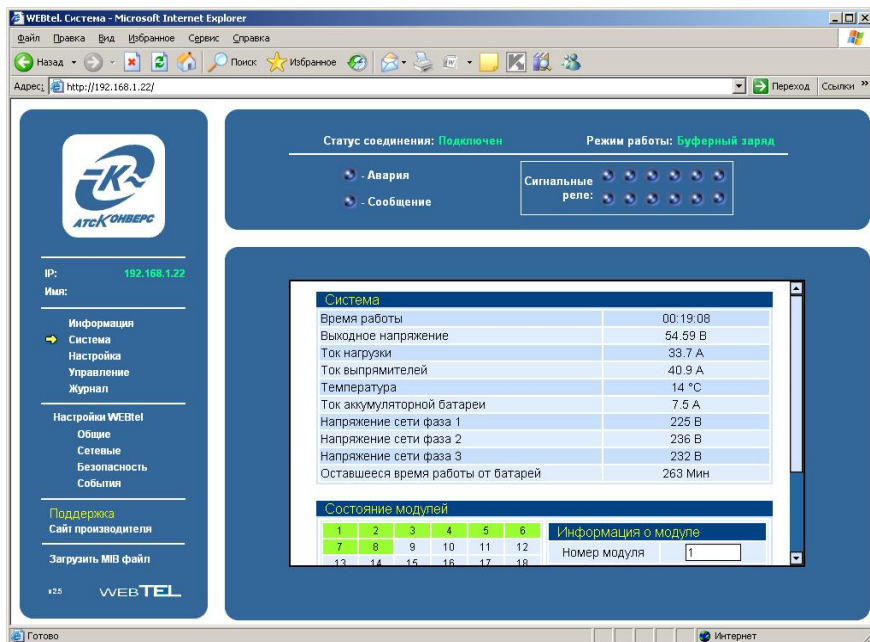

Рисунок 9 – Страница состояния контролируемого объекта
Для просмотра web-страниц адаптера необходимо запустить web-браузер (рекомендуется использовать Microsoft Internet Explorer 5.x и выше, поддержка Java-скриптов должна быть включена), и в строке для ввода адреса ввести IP-адрес адаптера, например «*http://192.168.1.211*». После ввода адреса адаптера автоматически отображается страница состояния контролируемой СБЭП (рисунок 9).
7.1.1 Располагается в левой части окна web-браузера (рисунок 9) и служит для открытия соответствующих страниц адаптера.
7.2.1 Отображается в верхней части окна web-браузера (рисунок 9) и служит для контроля общего состояния СБЭП. Информация в панели оперативного статуса обновляется автоматически каждые 10 секунд.